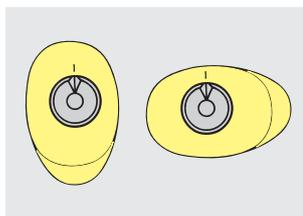
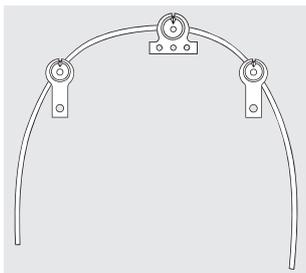
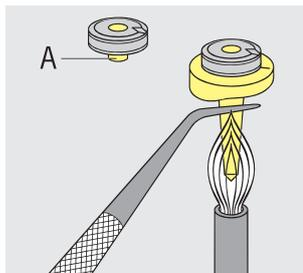
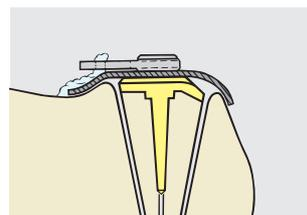

Fig. 1
Fig. 2
Fig. 3
Fig. 4
**Informazione:** Grazie alla sporgenza del saldame sulla parte inferiore del maschio si crea un contatto diretto tra saldame e cappe radicolare, semplificando la procedura di saldatura (Fig. 3/A).
Posizionare il maschio O sulla cappa radicolare con la tacca di riferimento rivolta in direzione oclusale e anteriore (Fig. 1). Se vengono inseriti più maschi è necessario posizionarli parallelamente all'asse mediano (Fig. 2). Prima di eseguire la saldatura segnare su ogni cappa la posizione della tacca del maschio. Togliere il maschio ed applicare la pasta per saldatura CM (no d'ordinazione 080229) sulla cappa. Riposizionare il maschio con la tacca oclusale rivolta verso la marcatura sulla cappa. Fissare la cappa ed il maschio con l'aiuto di una pinzetta per saldatura e saldare con il bunsen (Fig. 3/A, fiamma morbida). Terminata la saldatura, lasciare raffreddare a temperatura ambiente, decapare, rifinire e lucidare. Controllo funzionale con la femmina.
Le femmine 050 345/051 277 e 050 397/051 278 sono dotate di una ritenzione trasversale per il fissaggio nella zona anteriore. Le femmine 050 345/051 277 e 050 397/051 278 sono invece dotate di una ritenzione longitudinale per il fissaggio nella zona posteriore (Fig. 2).
Tutte le femmine che vengono inserite nella stessa arcata devono essere orientate in modo da garantire l'apertura e la chiusura simultanea di tutte le braccia nell'inserimento / disinserimento della protesi (Fig. 2). Prima di polimerizzare si consiglia di fissare le femmine con della resina autopolimerizzante lungo la ritenzione perforata (Fig. 4). Lavorazione della resina secondo i consueti principi dell'odontotecnica.
Riposizionare la cappa radicolare sul modello master e inserire la femmina sul maschio. L'apertura delle braccia di ritenzione deve coincidere con la tacca oclusale del maschio (Fig. 2). Scaricare il centro del maschio e le braccia di ritenzione della femmina con cemento, cera o Flexistone applicando uno strato di 1 mm di spessore. Non coprire la superficie oclusale.
Per garantire la resilienza della protesi mobile inserire la rondella di spessore gengivale in stagno prima di polimerizzare. Adattare la rondella sulla cappa radicolare, inserire la femmina sul maschio ed incollare infine la rondella oclusale sul maschio (Fig. 4). Scaricare i sottosquadri a livello delle braccia di ritenzione come descritto nella versione 050345/051277.